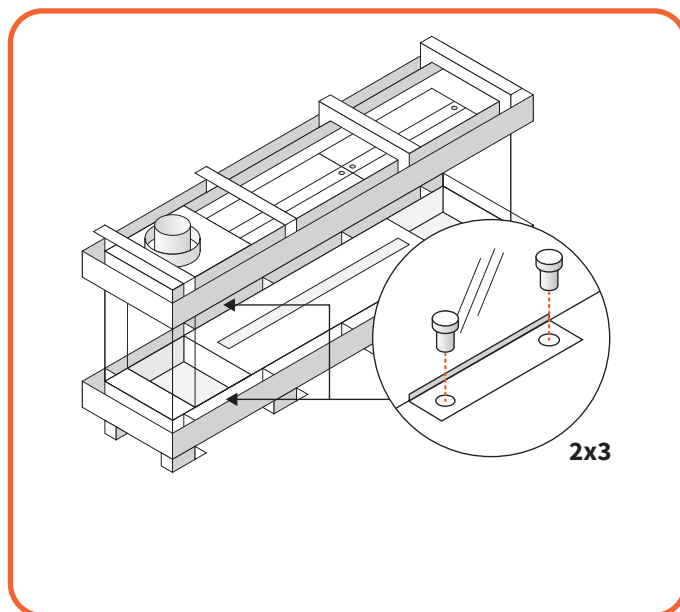

Abb. 9.17 Entfernen der Glasklemmen
- Nehmen Sie die untere Verkleidung ab (Abbildung 9.17).